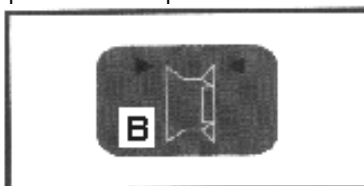

Рис. 09
4. Введите значение параметра "В", измерив ширину обода кронциркулем. Используйте кнопки [Up] и [Down] для введения величины "В", которое отобразится на экране - "в". См. рис. 09.